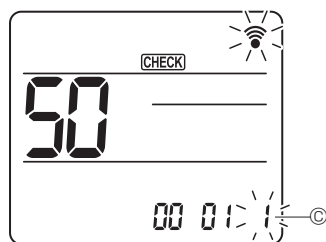

Fig. 7-20
④ Seleccione el número de ajuste
Utilice el botón [DOWN] para cambiar el número de ajuste ③. (Fig. 7-20)